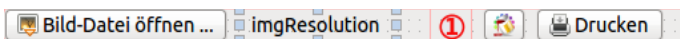

Abbildung 23.6.2.1.1: Container HBox mit 5 Komponenten
- In der Zeile 30 werden sowohl der Pfad als auch der Dateiname für die Datei festgelegt, wenn man in diese Datei drucken will. Im Druck-Dialog – vergleichen Sie mit Abbildung 23.6.2.3 – werden dann der (Pseudo-)Drucker und der Datei-Pfad angezeigt.
Mit besonderer Sorgfalt sind die Eigenschaften des Formulars und der eingesetzten Komponenten zu setzen, damit Sie genau das Design der Programm-Oberfläche erhalten, das Sie in der Abbildung 23.6.2.1 sehen. Im Projekt werden bestimmten Eigenschaften von ausgewählten Komponenten (Zeilen 11-25) zur Laufzeit passende Werte zugewiesen: